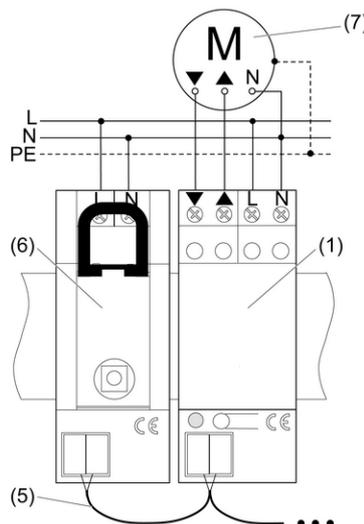

Figura 2
- Montare l'attuatore veneziana (1) su guida.
- Collegare l'attuatore veneziana secondo lo schema di collegamento (figura 2) ed effettuare l'allacciamento al motore della veneziana e/o tapparella (7).
- Collegare l'attuatore veneziana in corrispondenza del morsetto (4) tramite un cavo bus al ricevitore REG (6) e/o ad altri attuatori radio.